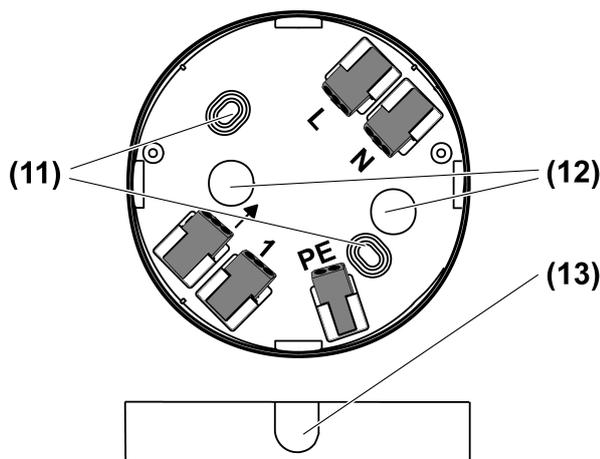

Figure 8: Boîtier de raccordement
- (11) Trous de fixation
- (12) Entrée de câbles, encastrée
- (13) Parties fines pour une introduction optimale des câbles
- Pour une entrée de câbles encastrée supplémentaire ou une entrée de câbles en saillie, enlever la partie fine correspondante (13) (Figure 8).
- Fixer la boîte de raccordement (1) par les trous (11) (Figure 8).